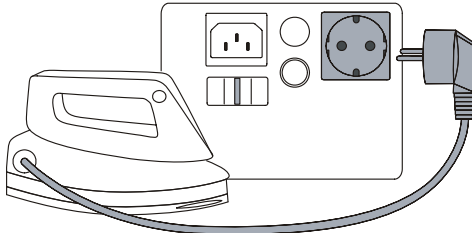

Abbildung 8. Messung des Last/Schutzleiterstromes
- 1** Stecken Sie den Netzstecker des Prüflings, wie auf dem Tester dargestellt, in die Prüf-/Netzsteckdose, siehe Abb. 8.